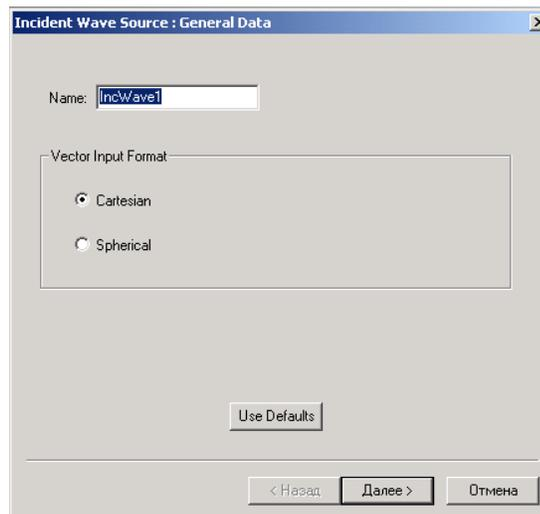

Рис. 8.28. Установка порта падающей волны
6. При возбуждении падающей волной (рис. 8.28) выберите один из следующих полей: